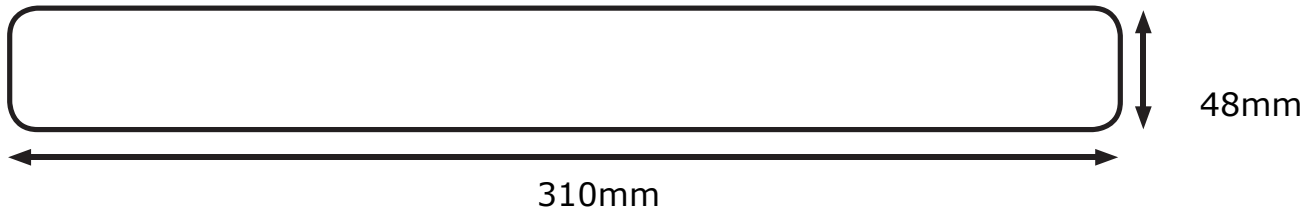

FIG1
- Schneiden Sie eine geeignete Öffnung in die Decke gemäß den Ausschnittdetails in Abb. 1, um sicherzustellen, dass sie nicht gegen elektrische Kabel, Wasser- / Gasleitungen oder Deckenbalken verstößt.